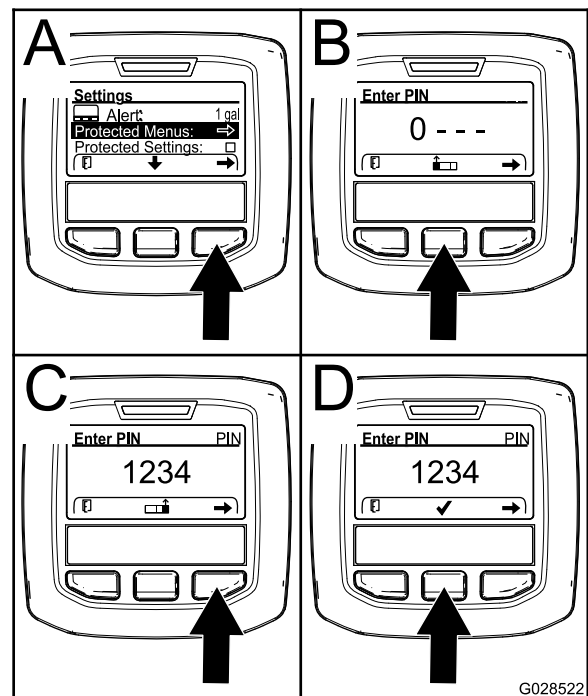

Figura 70
3. Pulse el botón de selección derecho para seleccionar Menús protegidos (Figura 70 A).
- Pulse el botón de selección central (Figura 70 B) para aumentar el valor numérico (de 0 a 9).
- Pulse el botón de selección derecho (Figura 70 C) para mover el cursor hasta la siguiente posición numérica a la derecha.
**Nota:** Aparece el icono de marca de verificación encima del botón de selección central (Figura 70 D).
6. Pulse el botón de selección central (Figura 70 D) para introducir la contraseña.